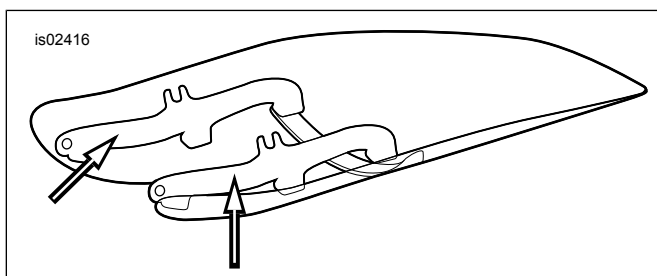

Figure 2. Mga Mounting Bracket sa Windshield
1. Tingnan ang Figure 2 . Alisin ang windshield sub-assembly mula sa balot nito at ilapag nang nakadapa sa isang malinis at malambot na surface, kung saan ang mga mount bracket ay nakaharap pataas.